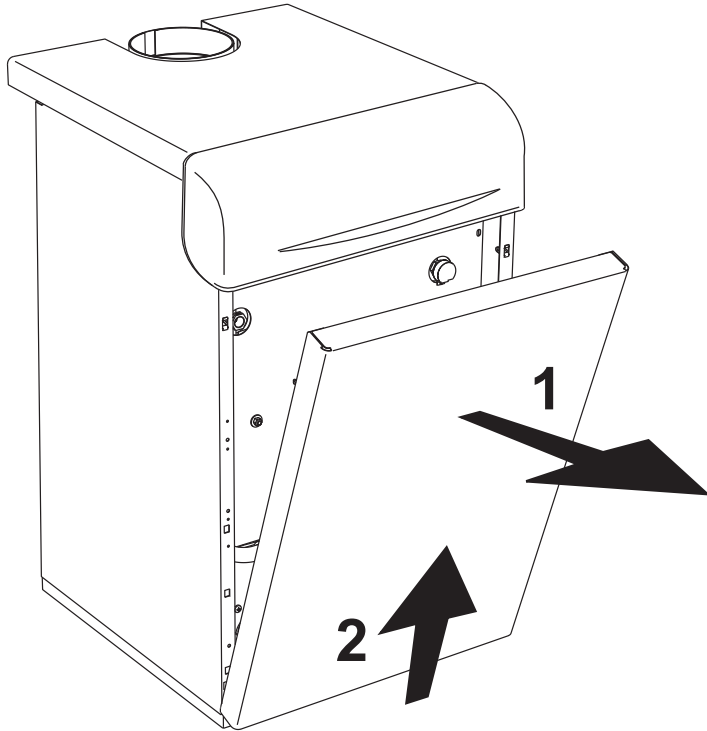

fig. 4 - Ouverture du panneau avant
Pour ouvrir le panneau avant de la chaudière, voir la séquence indiquée fig. 4.
- Ôter le panneau avant de la chaudière (fig. 4).